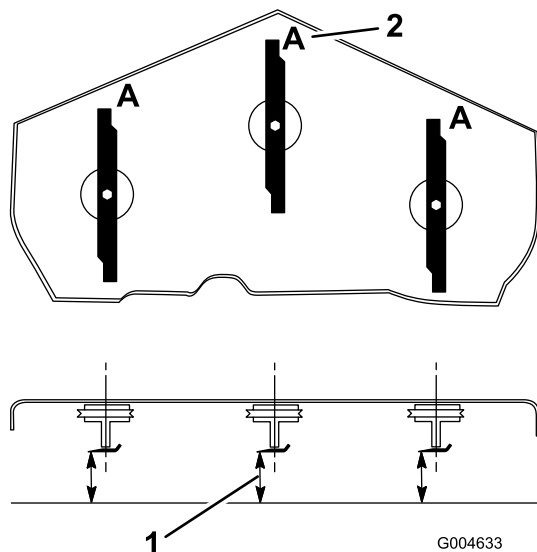

図 20
3. ブレードが前後方向を指すように回転させる (図 20)。Aの位置で (図 20)、平らな床面からブレードの刃先までの高さを測る。測定値を記録する。